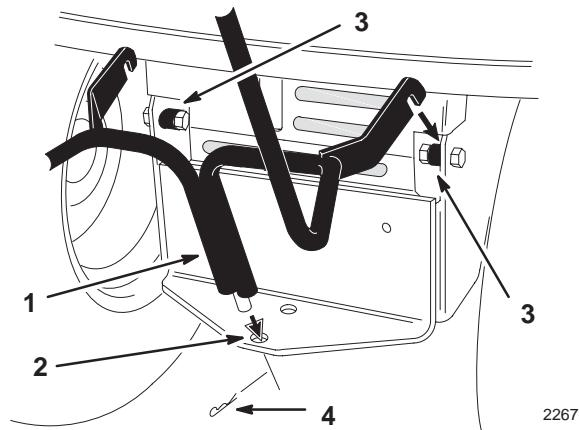

Figure 34
- Retirez la goupille fendue et dégarez le bas du support de fixation rapide du trou du point d'attelage, et décrochez-le des entretoises situées à l'intérieur du châssis du tracteur (Fig. 34).